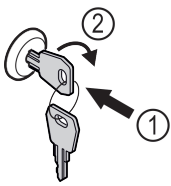

Fig. 191
- ▶ Insérer la clé Fig. 191 (1).
- ▶ Tourner la clé à 90° dans le sens horaire Fig. 191 (2).